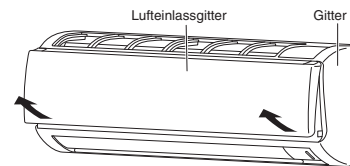

Abb. 3-40
- (1) Das Lufteinlassgitter an beiden Enden fassen, nach vorne öffnen und dann durch Ziehen (zu sich) entfernen. (Abb. 3-40)